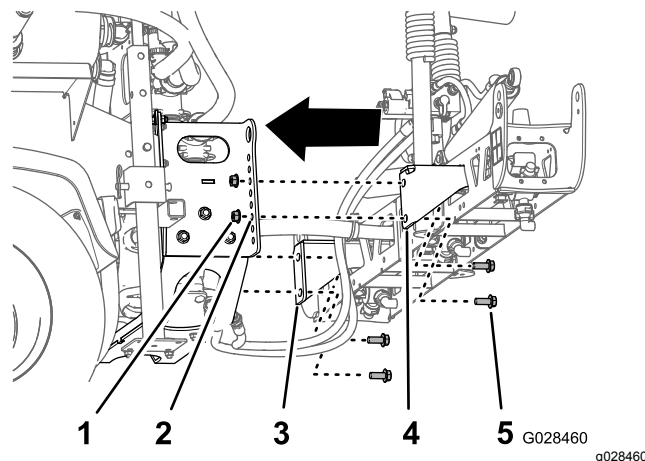

Bild 29
2. Fluchten Sie das untere Loch in der Befestigungshalterung für den Abschnitt des mittleren Auslegers mit dem dritten Loch von unten in den Auslegerstützen am Gestellrahmen des Sprühfahrzeugs aus, wie in **Bild 29** abgebildet.